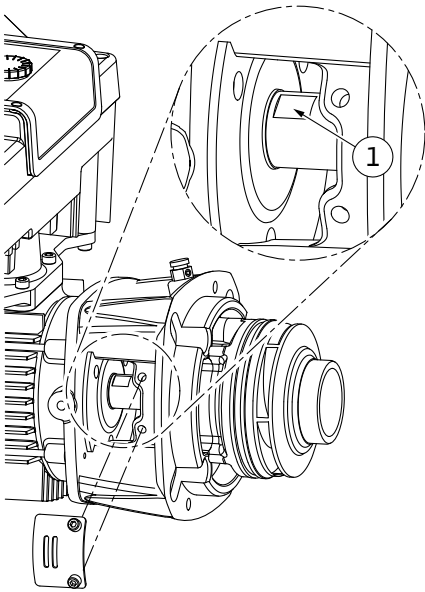

Fig. 105: Spianature per chiave sull'albero
14. Introdurre nella finestra della lanterna una chiave fissa (larghezza 22 mm) e tenere fermo l'albero in corrispondenza delle spianature per chiave (Fig. 105, pos. 1). Svitare il dado della girante (Fig. I, pos. 22). La girante (Fig. I, pos. 21) viene estratta automaticamente dall'albero.
15. Smontare la rondella distanziatrice (Fig. I, pos. 20).
3. Introdurre nella finestra della lanterna una chiave fissa (larghezza 22 mm) e tenere fermo l'albero in corrispondenza delle spianature per chiave (Fig. 105, pos. 1).
10. Introdurre nella finestra della lanterna (Fig. IV, pos. 38) una chiave fissa (larghezza 32 mm) e tenere fermo l'albero in corrispondenza delle spianature per chiave (Fig. 105, pos. 1). Montare la girante con rondella(e) e dado. Serrare il dado. Evitare di danneggiare la tenuta meccanica mettendola in posizione obliqua.
11. Pulire l'intaglio della lanterna e introdurre il nuovo O-ring (Fig. III, pos. 19).